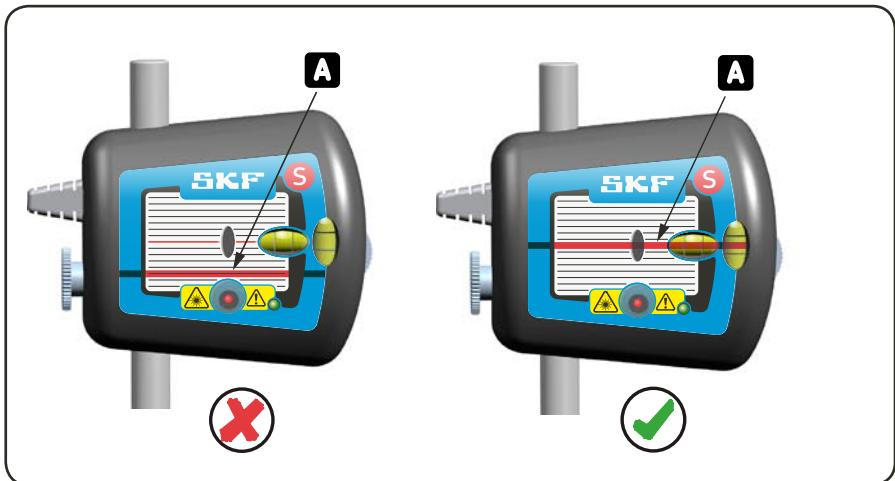

Fig. 11. Atingir o alvo
- b) Regule as linhas dos raios laser de modo a que estes atinjam o centro do alvo na unidade de medição oposta (fig. 11).